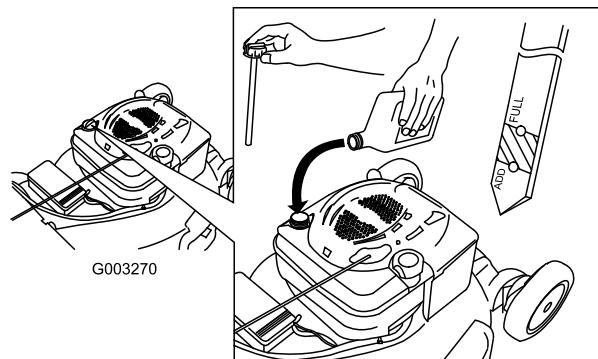

Figura 36
- Retire la varilla y observe el nivel de aceite; consulte Figura 36.